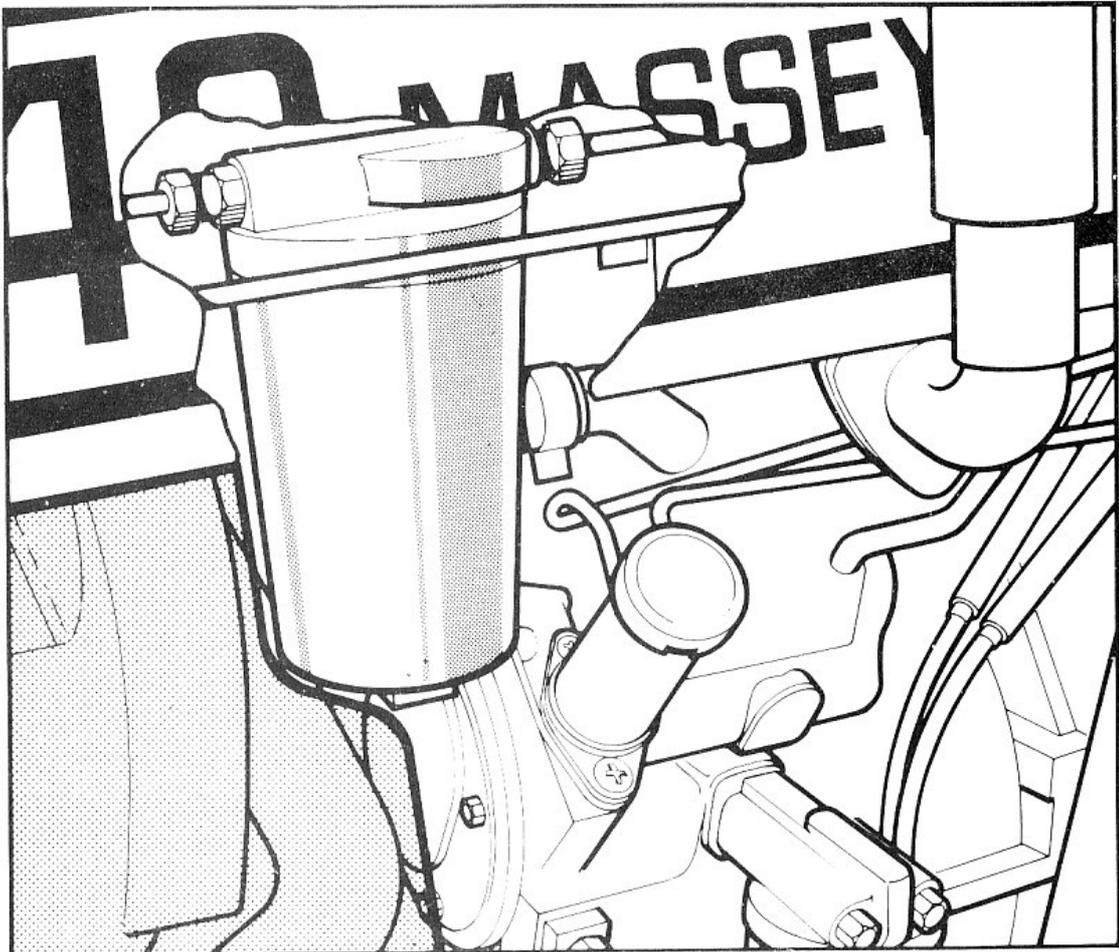

FIG. 25
1. (Fig. 25). Dévisser le bol de filtre (1) de la tête de filtre (2).
2. Retirer et mettre au rebut l'élément usagé (3).